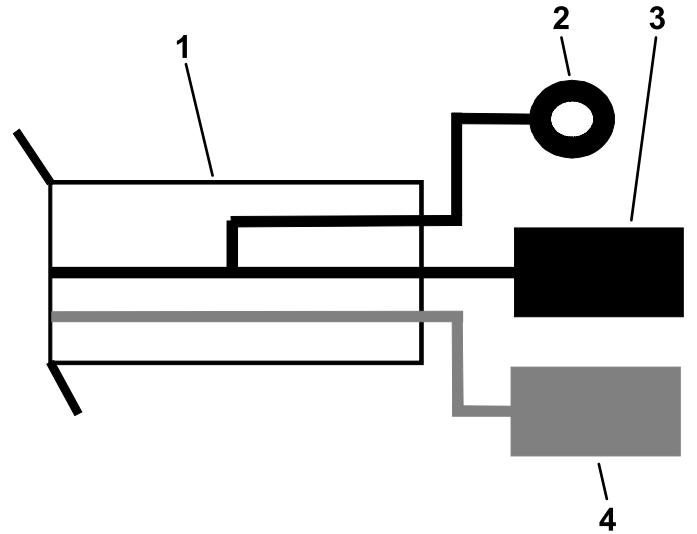

Figure 22
4. Installez la cosse en anneau noire sur le bornier de masse de la machine (Figure 22).
5. Insérez le fil d'alimentation rouge dans un emplacement libre du porte-fusibles de la machine (Figure 22).